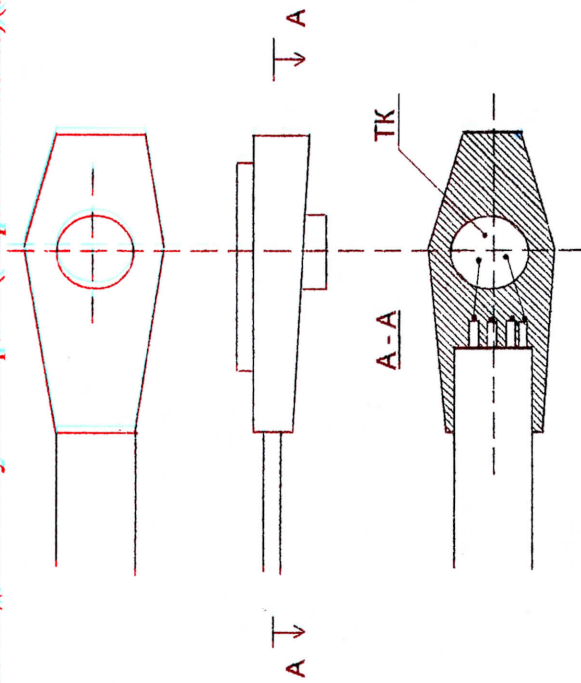

Рис.7. Нагревательная лента ЭНГЛ-1-ТК со встроенным терморегулятором ТК.
7.2.3. При монтаже нагревательной ленты ЭНГЛ-1-ТК, встроены терморегулятор (см. рис.7) необходимо закрепить непосредственно на обогреваемый трубопровод, находящийся при одинаковом температурном режиме. Монтаж и подключение нагревательной
В нагревательных лентах ЭНГЛ-1-ТК, терморегулятор встроенный, т.е. соединен и завулканизирован (запрессован в ленте) (см. рис.7).